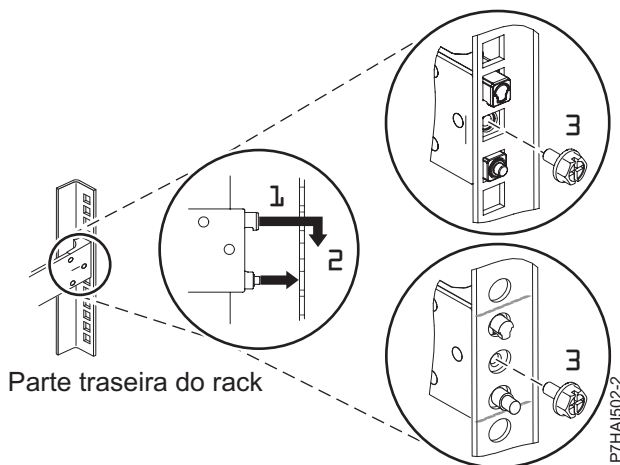

Figura 3. Alinhando e Encaixando os Pinos nos Orifícios na Parte Traseira do Rack
3. Alinhe os dois pinos localizados na parte traseira do trilho deslizante com os orifícios superior e inferior na unidade selecionada EIA que foi marcada anteriormente. Puxe o trilho deslizante em sua direção para inserir os dois pinos nos orifícios do rack (1) e abaixe o trilho deslizante para baixo (2) para encaixar o gancho no pino superior. Para obter detalhes, consulte Figura 3. Assegure-se de que os dois pinos apareçam através dos orifícios do rack antes de prosseguir para a próxima etapa.